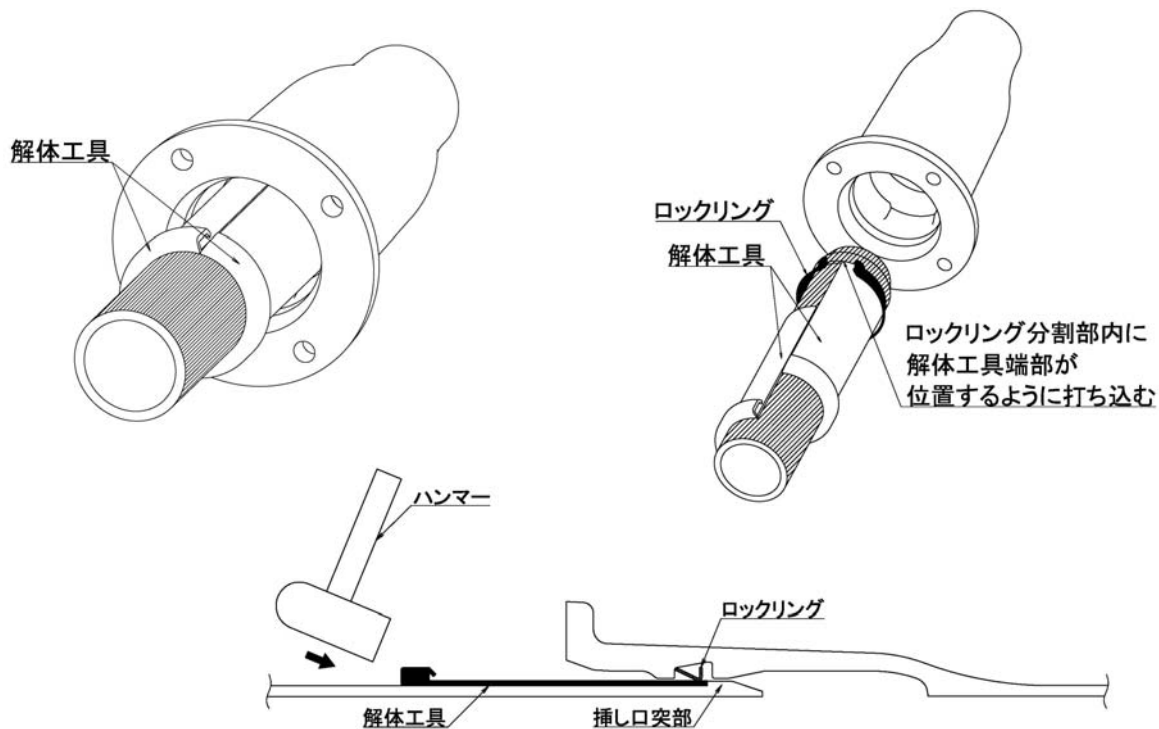

図 34 解体工具の打ち込み
- (5) ロックリングの分割部の位置を確認し、ロックリング分割部に解体工具の端部が位置するようにして、解体工具をロックリングと挿し口との間に打ち込む。（図 34）この時、解体工具と共に挿し口が受口奥へ入り込まないように注意する。